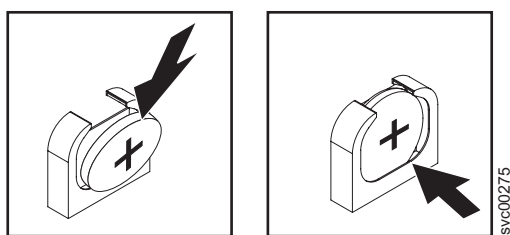

図 177. SAN ボリューム・コントローラー 2145-8G4 CMOS バッテリー・ホルダー
- b. バッテリーを下に押し、所定の場所でカチッと音を立てるまでソケットに入れます。図 177 に示すように、バッテリー・クリップがバッテリーを確実に保持するようにします。